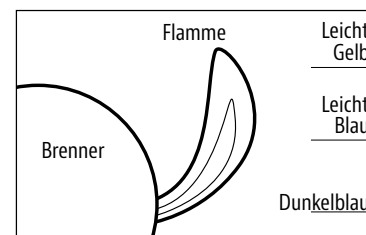

ABB. 3
9. Beobachten Sie nach dem Anzünden die Brennerflamme. Stellen Sie sicher, dass alle Brennerlöcher angezündet sind und die Flammenhöhe der Abbildung entspricht. **Abb. 3.**